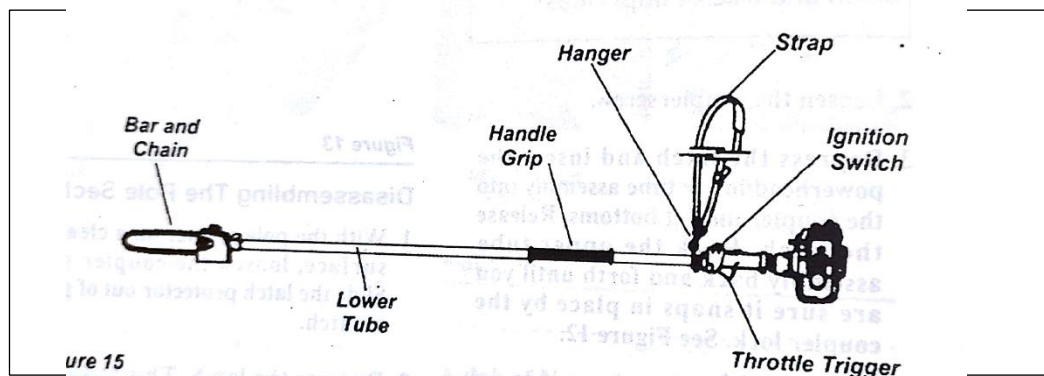

Figura 15
2. Siga "Ensamblaje de la sección de tubos" ensamble la caja de engranajes en la sección del conjunto superior. Vea Figura 15